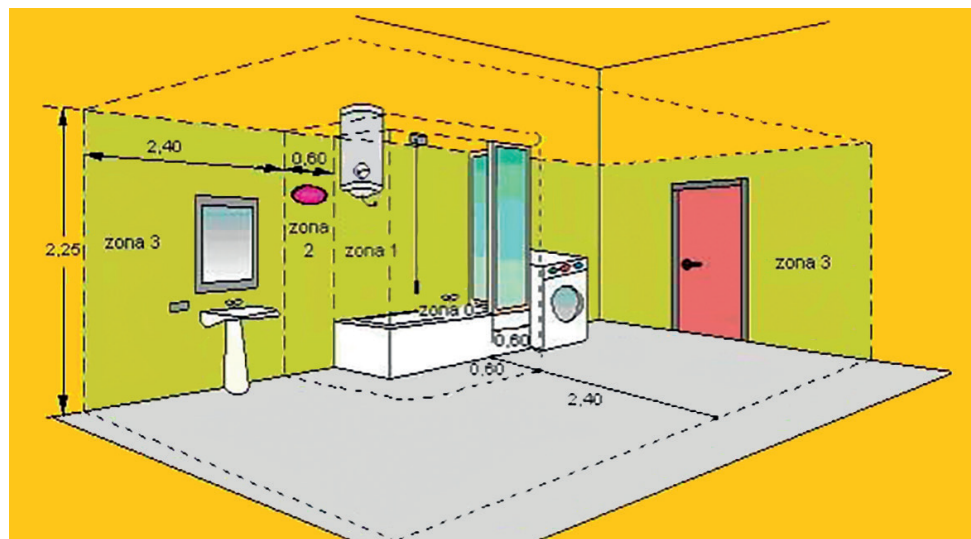

Figure 1: Classification de la zone de la salle de bain
- Dans la salle de bain, il peut être installé dans la zone 3 (voir la fig. 1) tant que le dispositif de commande ne peut pas être atteint par les personnes utilisant la douche ou la baignoire.